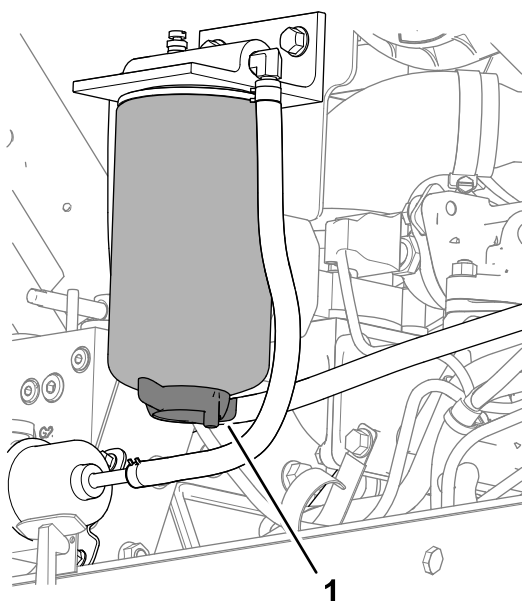

Рисунок 79
3. Установите сливной поддон под фильтр-водоотделитель для топлива (Рисунок 79).